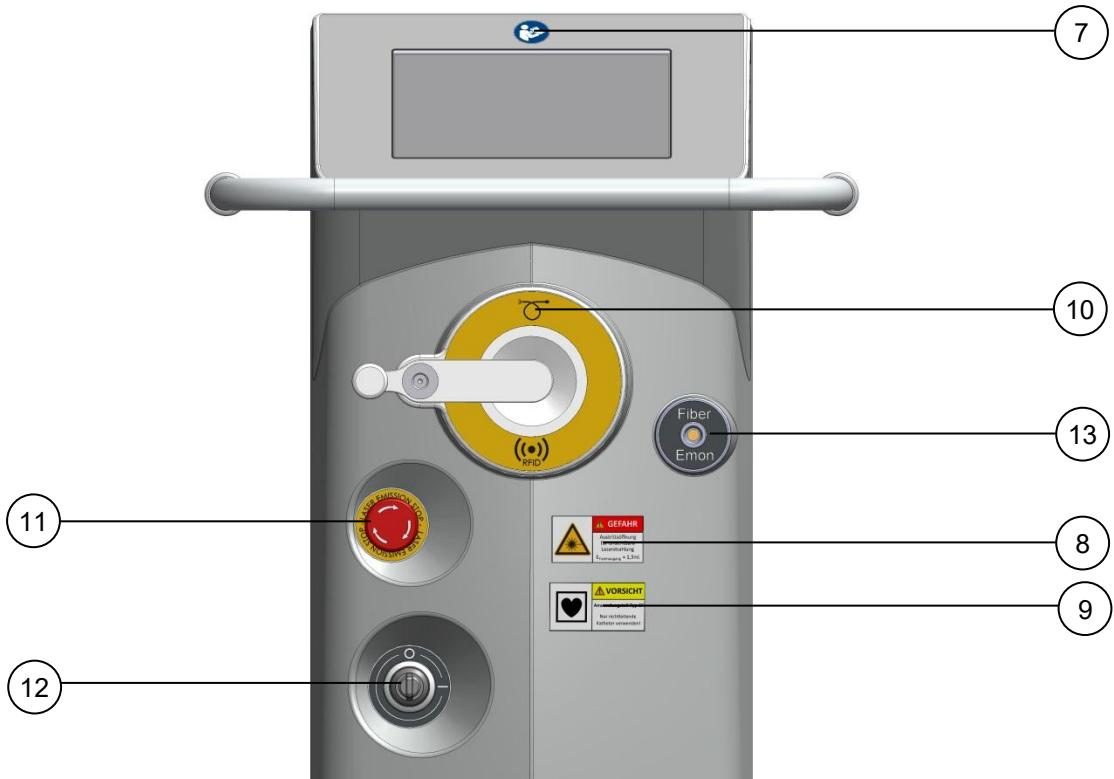

Abb. 2-2: Gerätvorderseite
7.	Anleitung beachten. Das Symbol befindet sich auf der Gerätefront oberhalb des Touchscreens (siehe Abb. 2-2).
8.	Das Laserwarnkennzeichen warnt vor dem Austritt von Laserenergie an dieser Stelle. Das Label befindet sich an der Gerätevorderseite neben der Laserstrahlaustrittsöffnung (siehe Abb. 2-2).
<p>Es dürfen nur Fasern des Typs CF angeschlossen werden. Es dürfen nur nichtleitende Katheter verwendet werden.</p> <p>Das Label befindet sich unterhalb des entsprechenden Anschlusses auf der Gerätевorderseite (siehe Abb. 2-2).</p>
10.	<p>Anschluss der Faser und Position der RFID-Spule.</p> <p>Das Label befindet sich oberhalb des entsprechenden Anschlusses auf der Gerätevorderseite (siehe Abb. 2-2).</p> <p> Symbol für Radiofrequenz Identifikation</p> <p> Optische Faser</p>
11.	<p>Kennzeichnung Laser-Emission-Stop.</p> <p>Das Label befindet sich auf der Gerätevorderseite (siehe Abb. 2-2).</p>
12.	<p>Positionsanzeige für Schlüsselschalter.</p> <p>O = „AUS“</p> <p>I = „EIN“</p> <p>Das Label befindet sich auf der Gerätevorderseite (siehe Abb. 2-2).</p>
13.	<p>Energiemonitor für die Faser.</p> <p>Das Label befindet sich auf der Gerätevorderseite (siehe Abb. 2-2).</p>